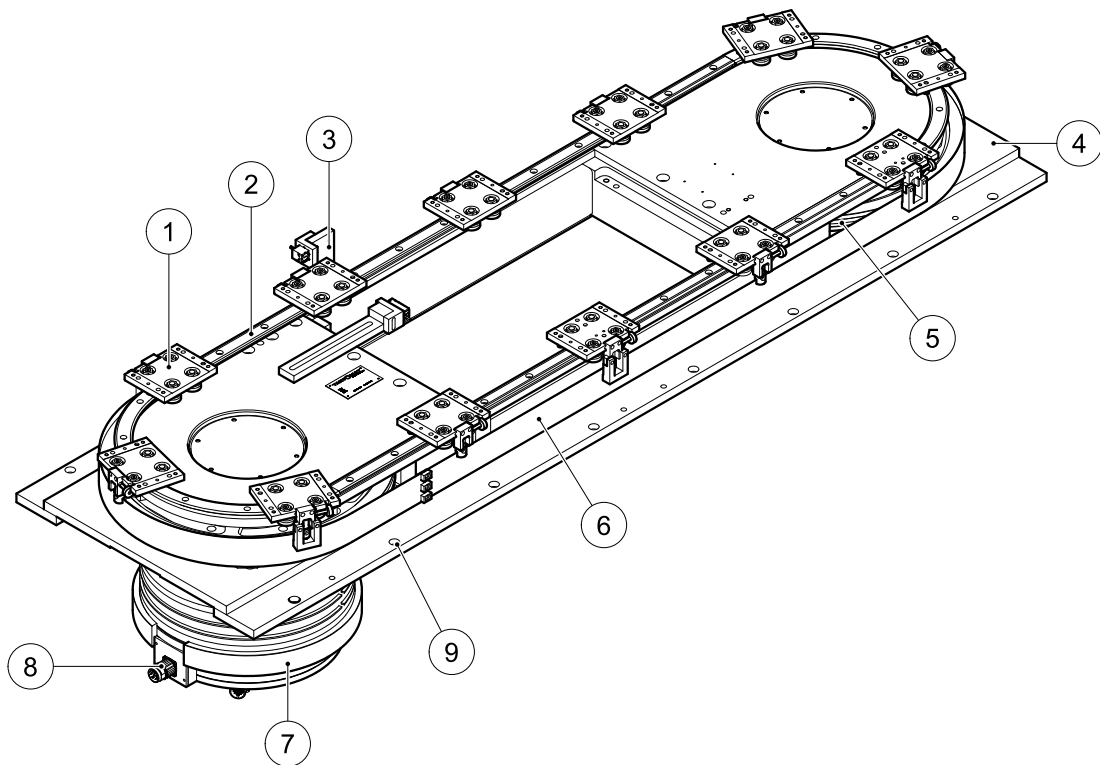

Bild 1 Gesamtansicht Lineartaktband
Das Lineartaktband besteht aus zwei im Rahmen (Bild 1/4) eingebauten Umlenkräder, um die ein Stahl-Laufband (Bild 1/6) geführt wird. Das Laufband wird durch einen Torquemotor (Bild 1/7) angetrieben. Am Laufband sind die Werkstückträger (Bild 1/1) festgeklemmt. Bewegt sich das Laufband, werden die Werkstückträger auf einer auf dem Rahmen aufgesetzten Schiene (Bild 1/2) passgenau linear geführt. An der Lichtschranke des Messensors (Bild 1/3) wird die Position eines Werkstückträgers für den Betrieb referenziert. Der Torquemotor ist mit einem zum Lineartaktband gehörenden Frequenz-Umrichter verbunden.
- (1) Elektrische Anschlüsse trennen und abziehen.
- (2) Verschraubungen (Bild 1/9) des Rahmens herausdrehen.